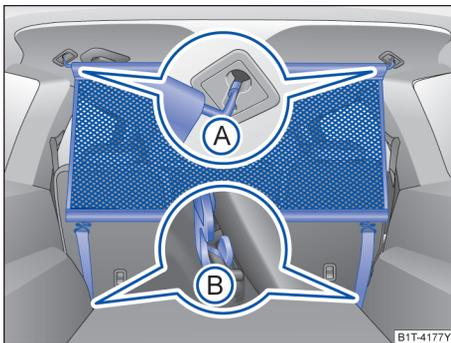

图 210 隔离网安装在第二排座椅之后
- 将隔离网挂入车顶中的左后支座中→图 210 ① A。注意要越过上方位置向下拉横拉杆。
- 将隔离网的两个固定钩挂入行李厢内的前方固定环→图 210 ② B，然后牢牢拉紧带子。
- 将隔离网的固定钩从固定环→图 210 ② B 上取下。